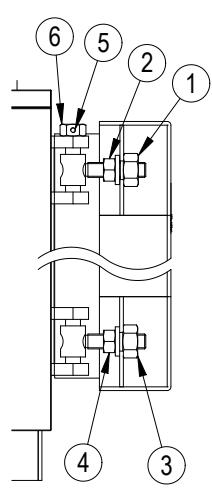

рис. 10
5.6.2 для моделей MEGAPREX 720N÷1060N (рис. 10)